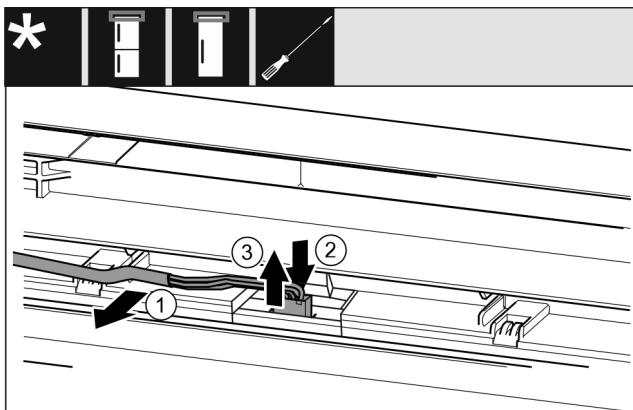

Fig. 7
- ▶ Grijs kabel voorzichtig uit de geleiding in de deur losmaken. Fig. 7 (1)
- ▶ Lip achter de stekker naar achteren drukken. Fig. 7 (2)
- ▶ Stekker er voorzichtig omhoog uittrekken. Fig. 7 (3)